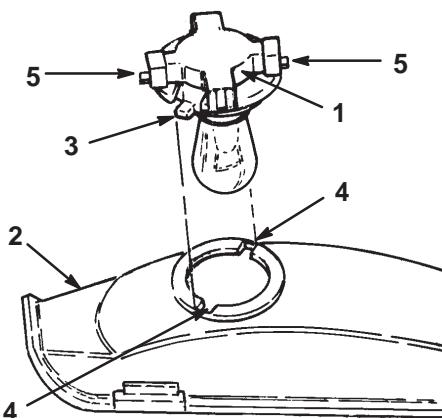

Bild 25
3. Drehen Sie die Birnenfassung um 1/4 Umdrehung entgegen dem Uhrzeigersinn und nehmen die Birne aus dem Reflektor (Bild 25).
2. Die Birnenfassung hat zwei Stifte (Bild 25). Fluchten Sie die Stiften auf die Schlitze im Reflektor aus, setzen die Birnenfassung in den Reflektor ein und drehen die Birne im Uhrzeigersinn um eine 1/4 Umdrehung bis zum Anschlag.